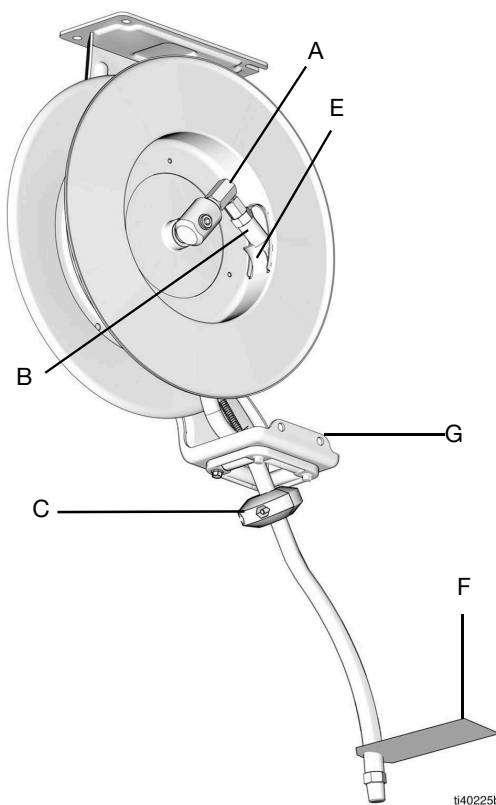
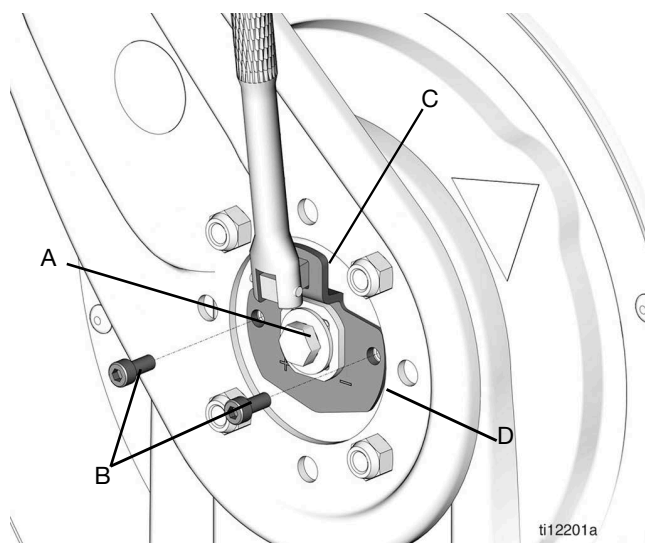

Рис. 16
Рис. 17
- Остановите катушку в таком положении, чтобы у вас был доступ к шарниру шланга (А) (Рис. 16), а катушка надежно зафиксирована.
7. Установите ограничитель шланга (С) (Рис. 16) на конце шланга. Если на шланге есть предупредительная бирка (F), ограничитель шланга следует устанавливать на том же конце шланга, где находится бирка.
8. Протяните конец шланга (В) через направляющую (G), а затем через отверстие (Е) в катушке (Рис. 16).
ПРИМЕЧАНИЕ. Буквенные обозначения, используемые в дальнейших инструкциях, относятся к Рис. 17.
ПРИМЕЧАНИЕ. Буквенные обозначения, используемые в дальнейших инструкциях, относятся к Рис. 16 и Рис. 17.